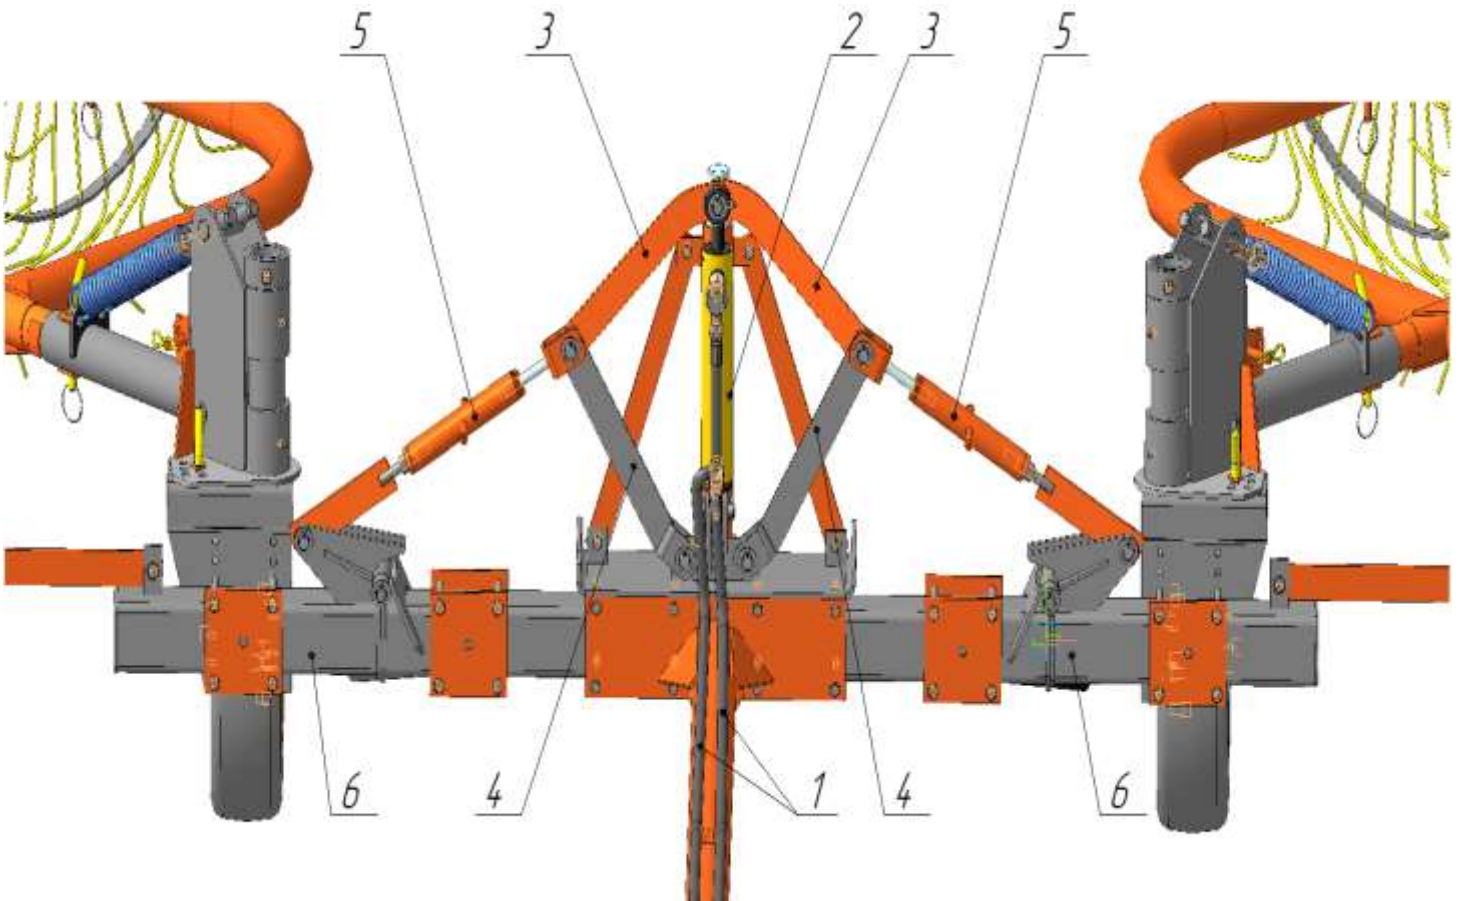

Рис.2 Механизм подъема.
4.4 Механизм подъема 7 (Рис.2) предназначен для подъема секций из рабочего в транспортное положение. Механизм подъема состоит из гидросистемы 1, гидроцилиндра 2, верхних 3 и нижних тяг 4, регулируемых тяг 5 и поворотных секций балки 6.
7.2.5 Установите на центральный кронштейн гидроцилиндр 1, корпус штока 2 со штоком 3 и соедините их осью (20 x130) с распорной втулкой. Установите тяги гидроцилиндра 4, 5, 6 и раскосы стойки 8. Соедините тяги 6 с балкой поворотной 7 с помощью оси 12 (20x70) (рис.2).
7.2.9 Присоедините рукав высокого давления к гидроцилиндру и прикрепите его к снице прижимами 11 (рис.2).